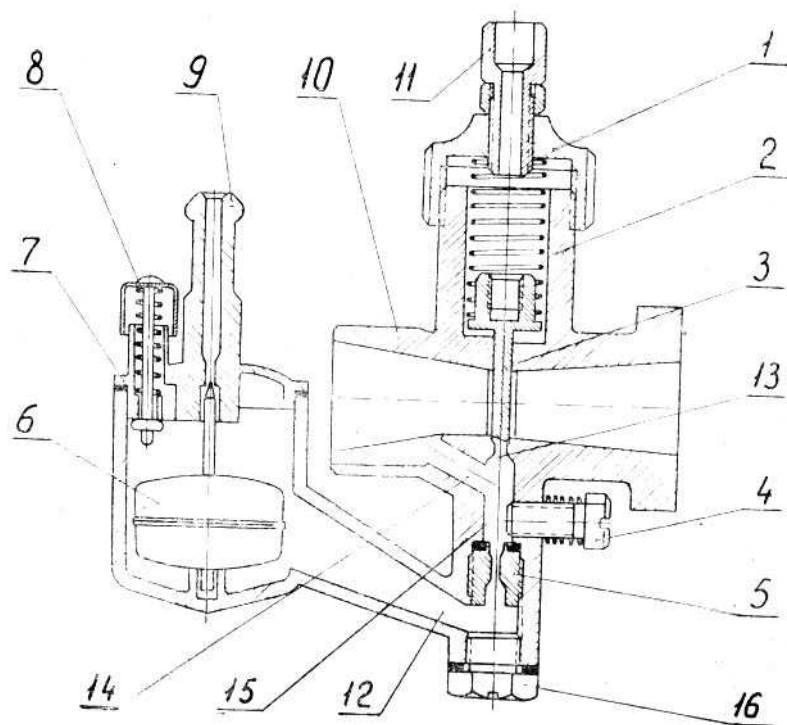

Рис. 5 — Карбюратор:
**Система питания** двигателя состоит из карбюратора К-35Б и воздушного фильтра. Схема карбюратора представлена на рис. 5.
Винт 4 (рис. 5) с пружиной, расположенный с противоположной стороны поплавковой камеры, позволяет регулировать эксплуатационные расходы топлива двигателя. Для этого необходимо завернуть винт 4 до положения, при котором двигатель несколько неустойчиво эксплуатационных режимах несколько неустойчиво (смесь переобеднена), а затем винт следует постепенно вывертывать до получения устойчивой и нормальной работы двигателя.